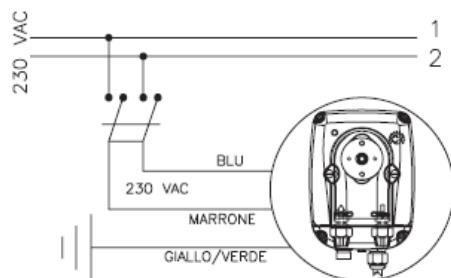

Рис. 4
1. Отключить насос сети или с помощью однополюсного выключателя, обеспечив расстояние между контактами как минимум 3 мм. (Рис.4).
1. Отсоединить штепсельную вилку от сети или отключить насос с помощью однополюсного выключателя с минимальным расстоянием между контактами 3 мм. (Рис.4).
- 2) Следует строго соблюдать действующие в разных странах правила в отношении электрических установок (Рис.4). Если в кабеле питания нет штепсельной вилки, оборудование должно быть подключено к сети питания с помощью однополюсного выключателя с расстоянием между контактами не менее 3 мм. Перед осуществлением доступа к любой из электрических частей следует убедиться, что все цепи питания разомкнуты.